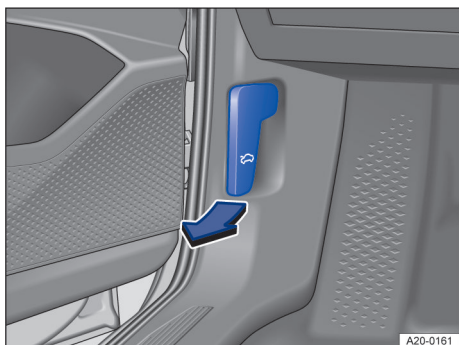

Fig. 191 În spațiul pentru picioare din stânga: maneta de deblocare pentru capota față (imagine de referință).
1. Înainte de deschiderea capotei față, asigurați-vă că brațele ștergătoarelor de parbriz sunt așezate pe parbriz → ①.
2. Deschideți portiera din stânga față și trageți maneta de deblocare în sensul săgeții → fig. 191.